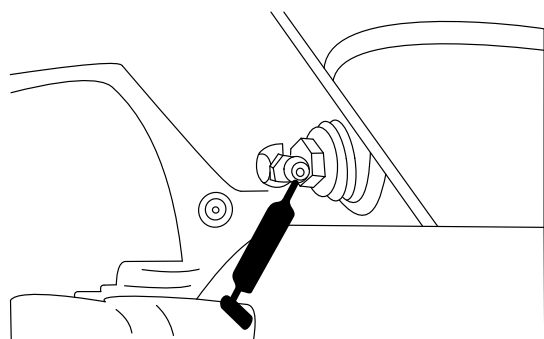

Figure 47
- Pivot d'essieu arrière (Figure 47).